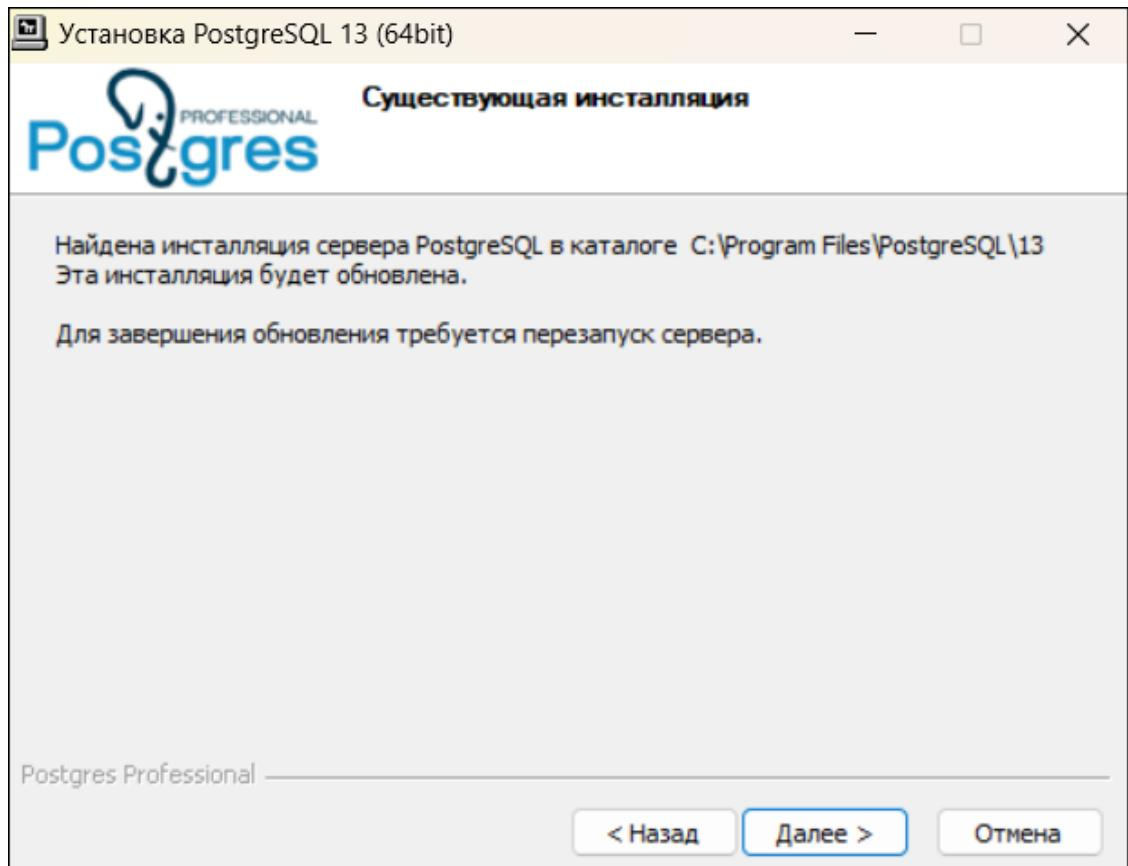

Рисунок 488 - Сообщение о существующей инсталляции
**Прим.:** При повторной установке СУБД Postgres будет обнаружена предыдущая инсталляция сервера PostgreSQL. Данная инсталляция будет обновлена. Для продолжения установки нажмите **Далее** (Рисунок 488).